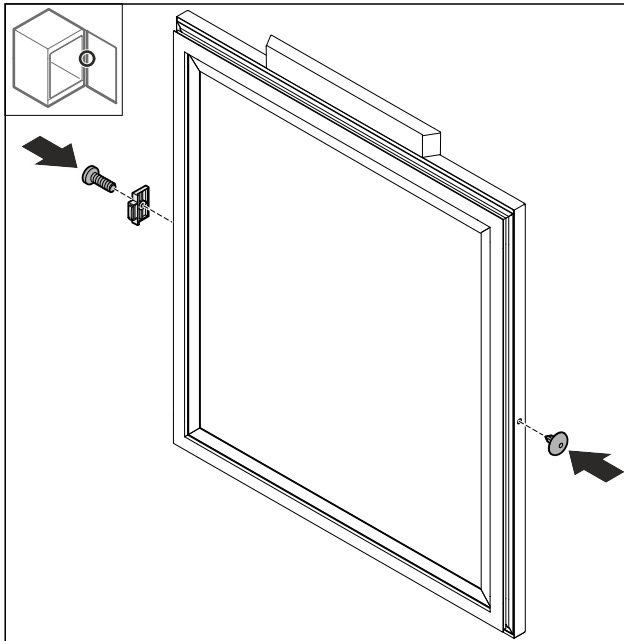

Fig. 49
- Sett inn dørstopperen Fig. 49 (1) dreid 180° på motsatt side.
- Sett inn dekkelet Fig. 49 (2) på motsatt side.